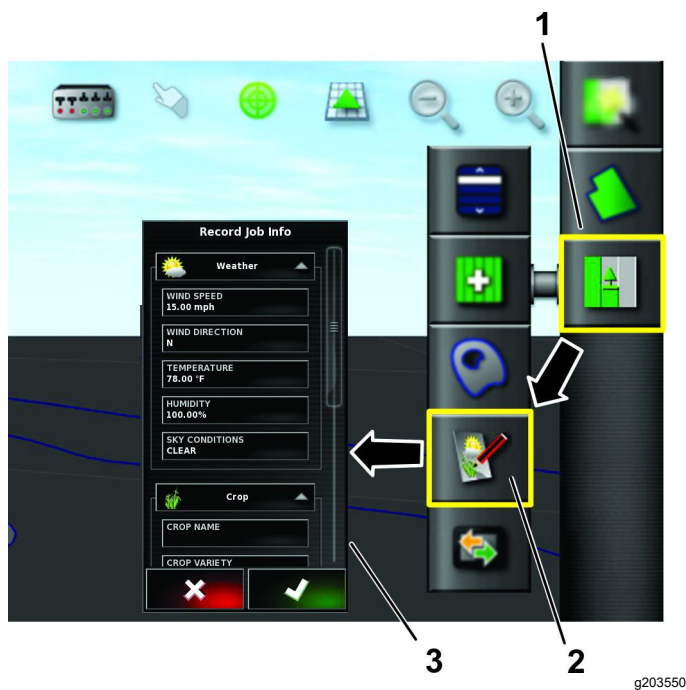

Figura 24
2. Pressione o ícone Serviço (Figura 24).
3. Pressione o ícone Informações do trabalho gravado (Figura 24).